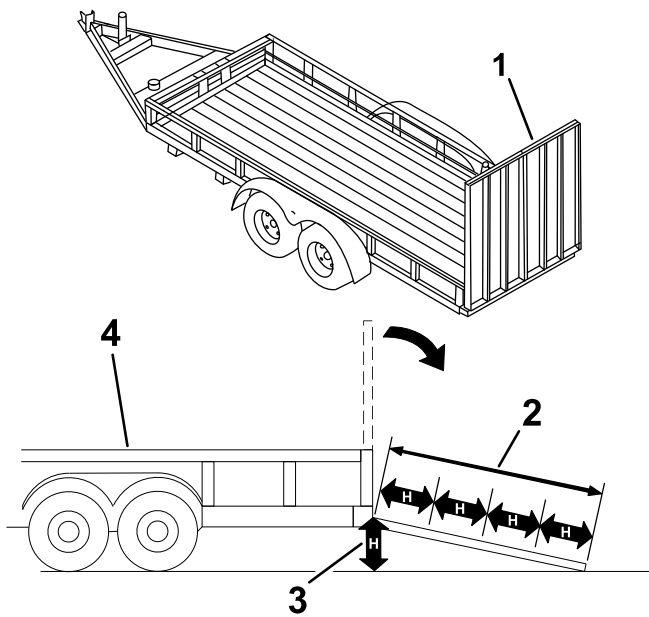

Figura 18
El cargar la máquina en un remolque o un camión aumenta la posibilidad de un vuelco y podría causar lesiones graves o la muerte (Figura 18).
3. Baje la rampa (Figura 18).